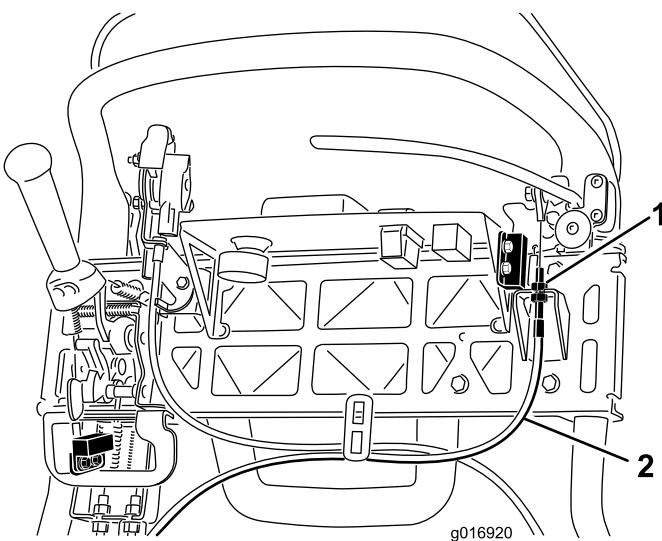

图39
3. 要增加拉线的张力，请拧松上部拉线锁紧螺母并拧紧下部拉线锁紧螺母(图39)，直至为了松开驻车刹车锁定装置，需要对刹车制动杆手柄施加 35 磅 (156 牛) 的力。切勿调整过度，或致使刹车带拖磨。